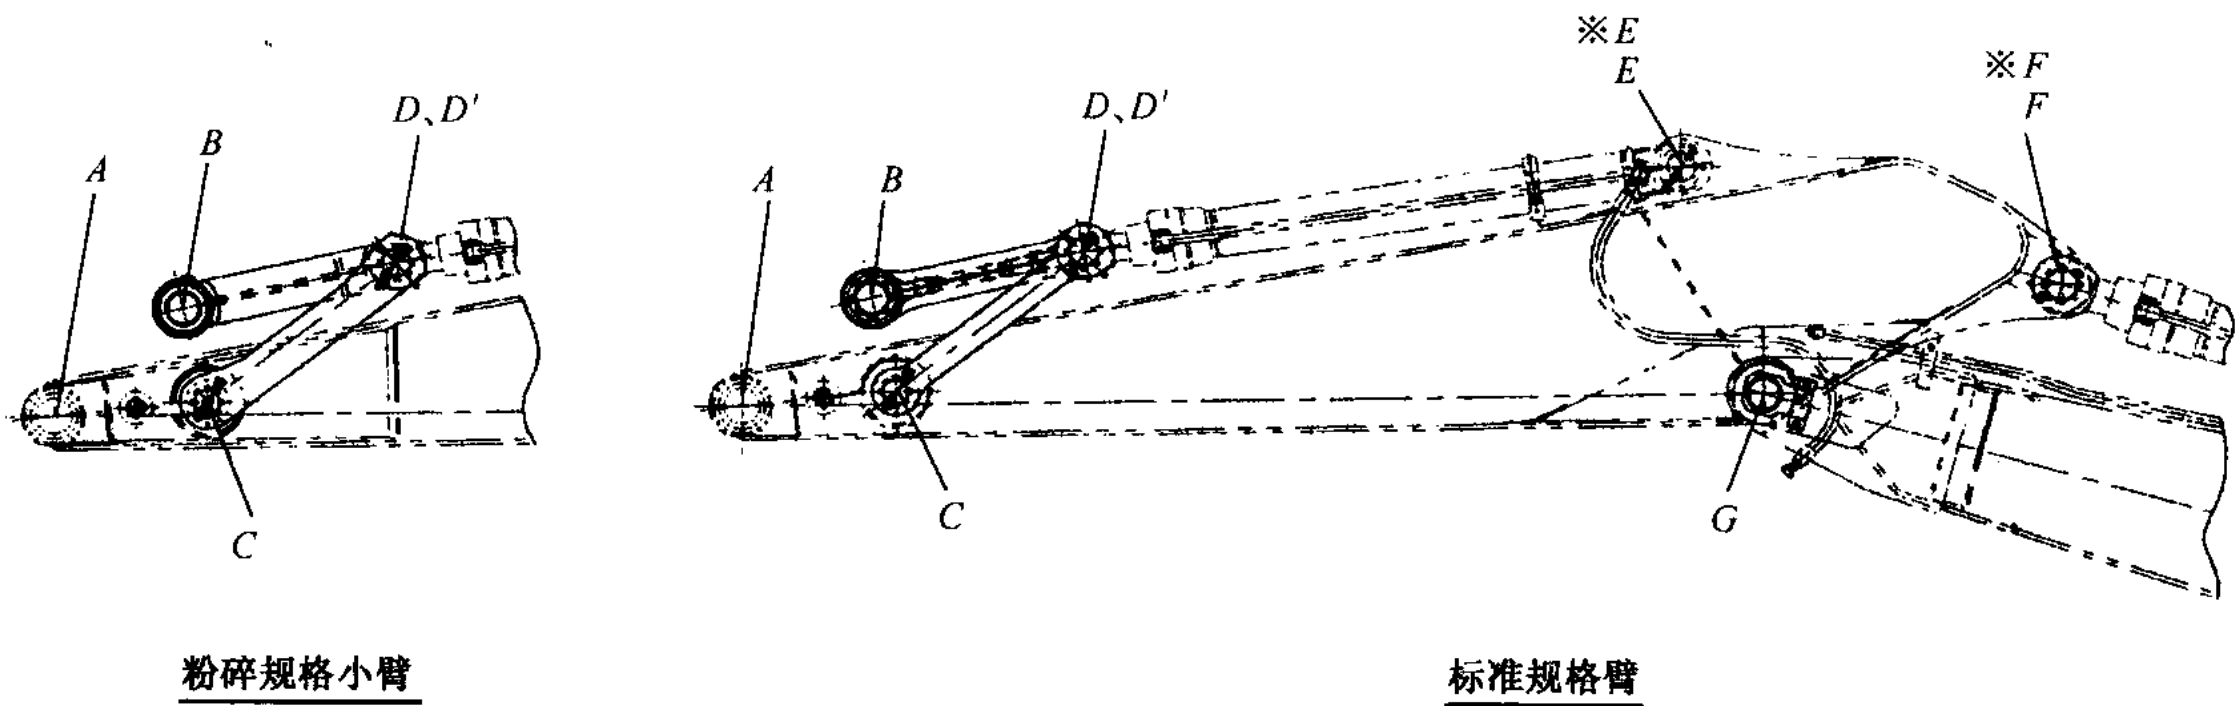

图 1-5 插销与轴衬尺寸图
(1) 插销与轴衬尺寸图示部位如图 1-5 所示。插销与轴衬尺寸如表 1-5 所示。